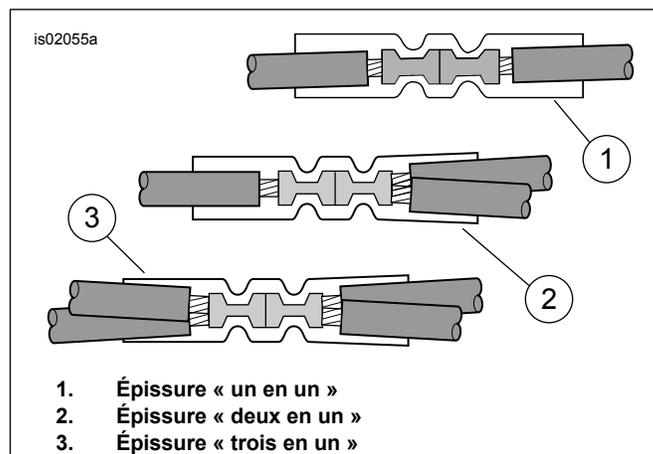
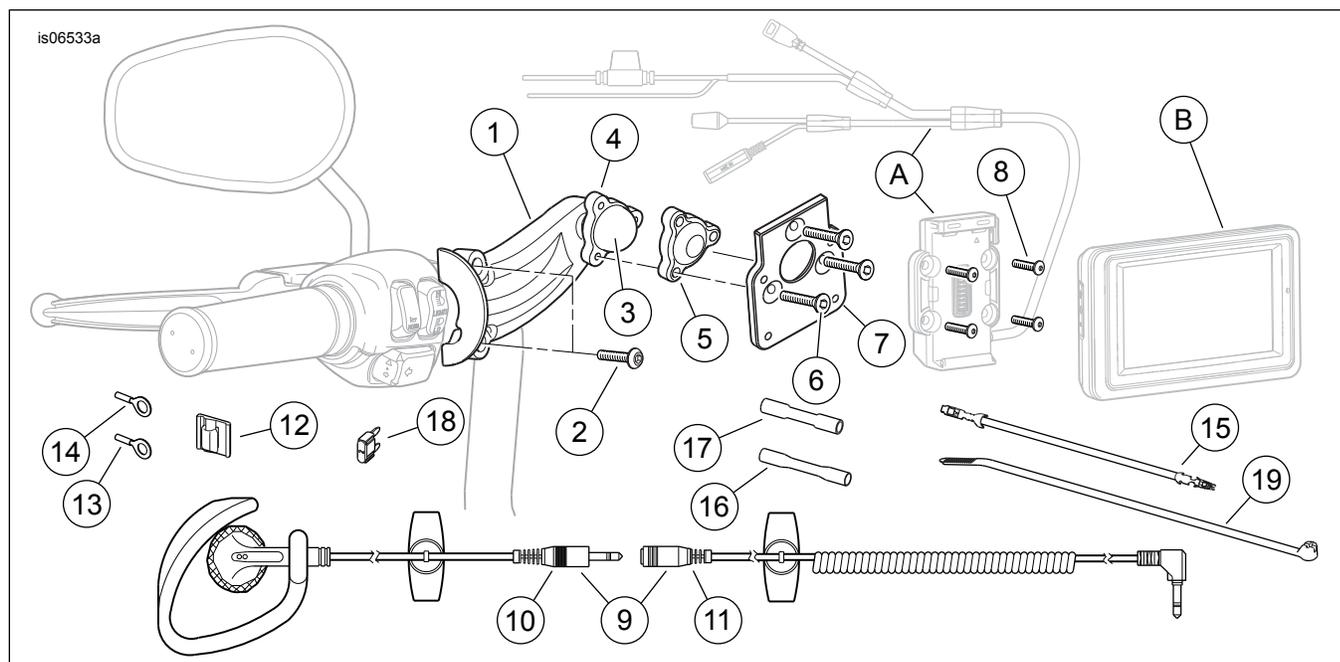

Figure 6. Configurations d'épissure
Figure 16. Pièces de rechange, kit de montage sur guidon de GPS Road Tech Zumo 660 et Zumo 665
- Voir Figure 16. Prendre le connecteur bout à bout scellé bleu (17) dans le kit. Voir la figure 6. la configuration d'épissure « deux en un ». Épisser le conducteur d'alimentation du faisceau Zumo aux fils orange/blanc du faisceau principal selon les instructions contenues dans l'annexe du manuel d'entretien.
- Voir Figure 16. Prendre le connecteur bout à bout scellé bleu (17) dans le kit. Voir la figure 6., la configuration d'épissure « un en un ». Épisser le conducteur d'alimentation du faisceau Zumo au fil adaptateur selon les instructions dans l'annexe du manuel d'entretien.
- Installer le fusible de 2 A (18) du kit dans la cavité de fusible « OPEN » (ouverte) pour compléter le circuit.
3. Voir Figure 16. Prendre le connecteur bout à bout scellé bleu (17) dans le kit. Voir la figure 6., la configuration d'épissure « deux en un ». Épisser le conducteur d'alimentation du faisceau de fils Zumo sur les fils orange/blanc selon les instructions dans l'annexe du manuel d'entretien.
6. Voir Figure 16. Prendre le connecteur bout à bout scellé bleu (17) dans le kit. Voir Figure 6, pour la configuration d'épissure « un en un ». Épisser le conducteur d'alimentation du faisceau Zumo au fil adaptateur selon les instructions dans l'annexe du manuel d'entretien.
3. Voir Figure 16. Prendre le connecteur bout à bout scellé bleu (17) dans le kit. Voir Figure 6, pour la configuration d'épissure « deux en un ». Épissurer le conducteur d'alimentation du faisceau Zumo aux fils orange/blanc du faisceau principal selon les instructions contenues dans l'annexe du manuel d'entretien.
6. Voir Figure 16. Couper l'excès de longueur du fil orange/blanc du faisceau Zumo. À l'aide du connecteur bout à bout scellé bleu (17) du kit, épisser ce fil avec le fil adaptateur installé à l'étape 4.
7. Installer le fusible 2 A (18) du kit dans la cavité de fusible « P&A IGN », « 2 A MAX » pour compléter le circuit.
- Il est possible d'épissurer jusqu'à trois accessoires au faisceau de connexion électrique. Pour les configurations d'épissures multiples. Voir la figure 6.
3. Voir Figure 16. Prendre le connecteur bout à bout scellé bleu (17) dans le kit. Voir la figure 6. la configuration d'épissure « deux en un ». Épisser le conducteur d'alimentation du faisceau Zumo aux fils orange/blanc du faisceau principal selon les instructions contenues dans l'annexe du manuel d'entretien.
4. Installer le fusible de 2 A (18) du kit dans la cavité de fusible pour compléter le circuit.